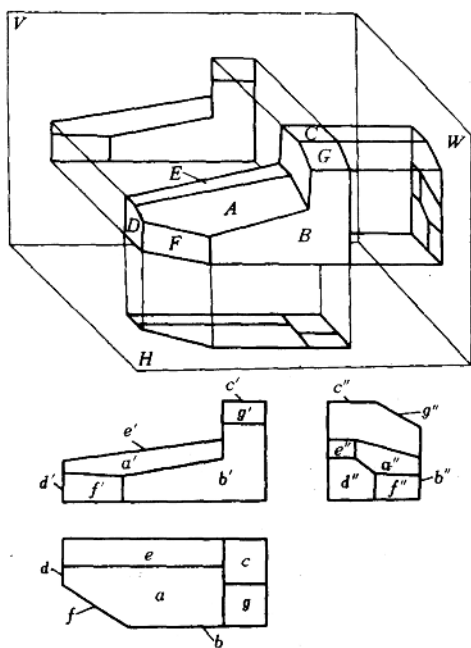
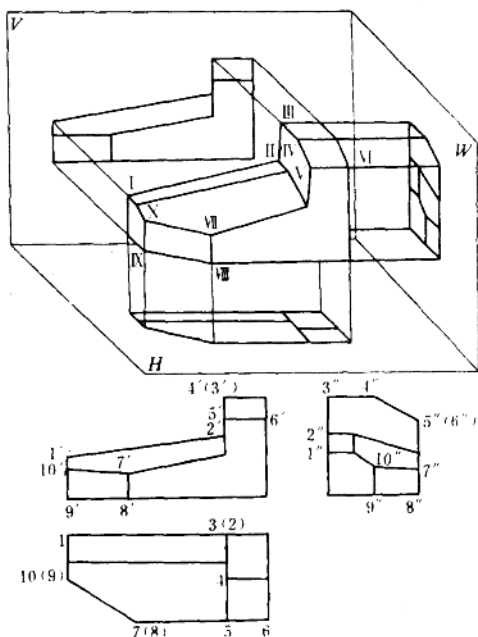

图 1-5 直线在三个投影面中的投影
图 1-6 平面在三个投影面中的投影
1) 直线在三投影面中的投影 如图 1-5 所示
① 一般位置直线 如 VII X 直线。投影特性是: 在三个投影面上的投影均为倾斜的线, 且线长小于实长。
② 投影面平行线 分三种: 正平线, 如 I II 直线; 水平线, 如 VIII IX 直线; 侧平线, 如 IV V 直线。投影特性是: 在所平行的投影面上的投影是一条斜线, 反映实长, 其余两个投影是横平线竖直线, 且不反映实长。
③ 投影面垂直线 分三种: 正垂线, 如 III IV 直线; 铅垂线, 如 VII VIII 直线; 侧垂线, 如 V VI 直线。投影特性是: 在所垂直的投影面上的投影积聚成一点, 其余两投影是横平线或竖直线且反映实长。
2) 平面在三投影面中的投影, 如图 1-6 所示。